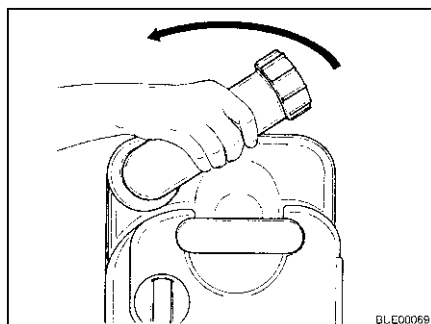

Fig. 197 Girar el tubo de vaciado
- Girar hacia arriba el tubo de vaciado (Fig. 197).